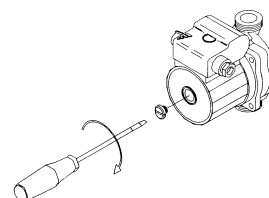

Figura 3-7
- Quando la caldaia rimane inattiva per un lungo periodo, prima di inserire l'interruttore generale, verificare che non sia bloccato l'albero motore del circolatore. Per questa operazione occorre (vedi Figura 3-7):